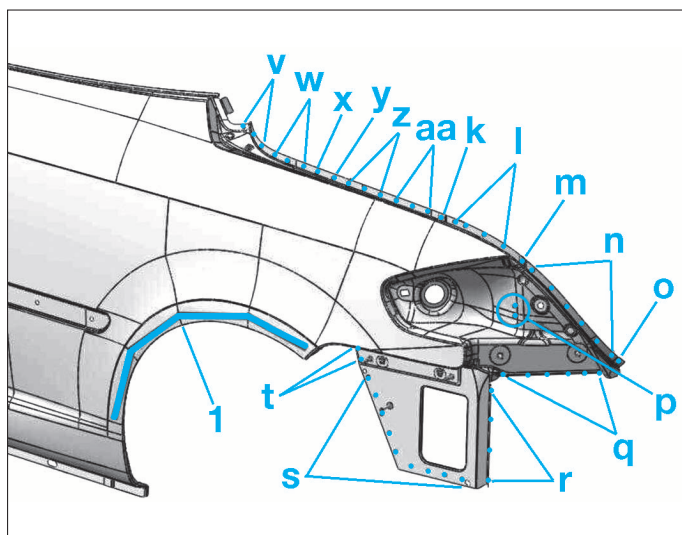

FIG. 67
- des points (v), (z) et (o) au Mig par bouchonnage (Fig.67).
- Sertir l'aile suivant la ligne (1).